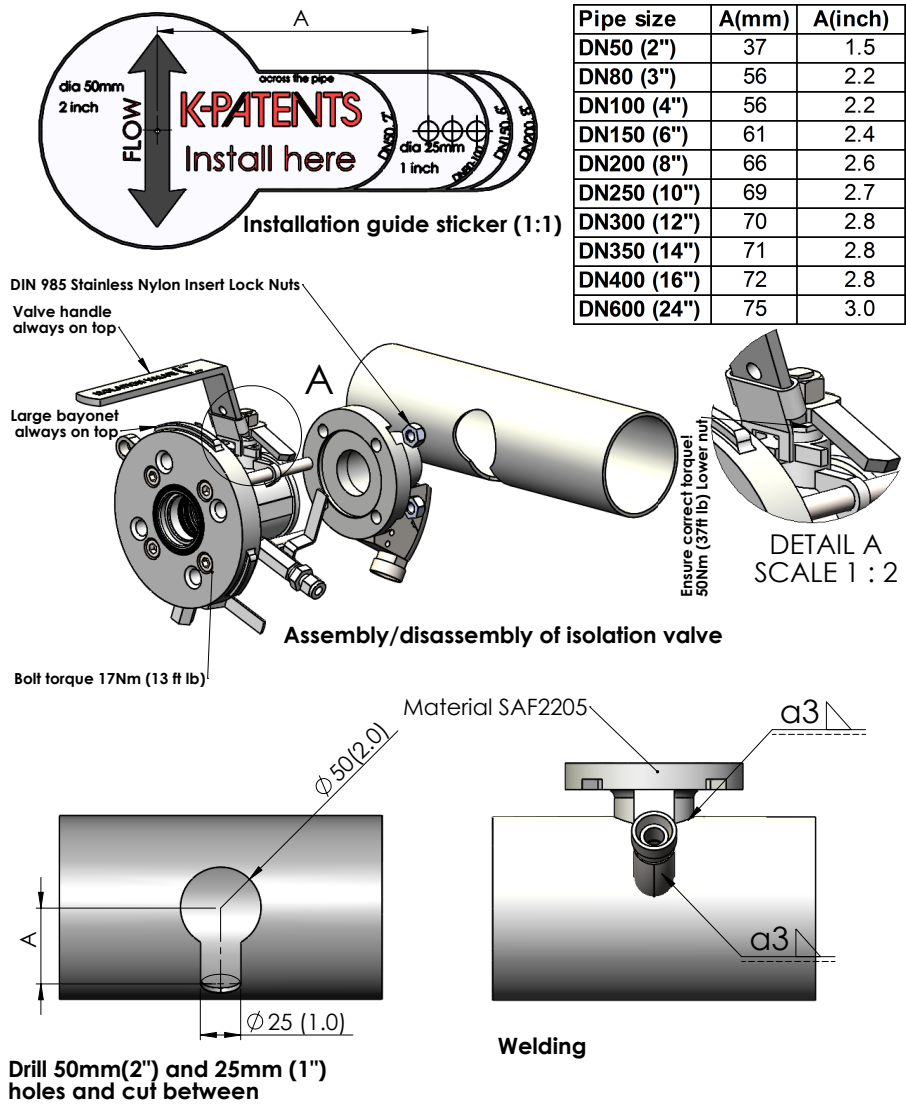
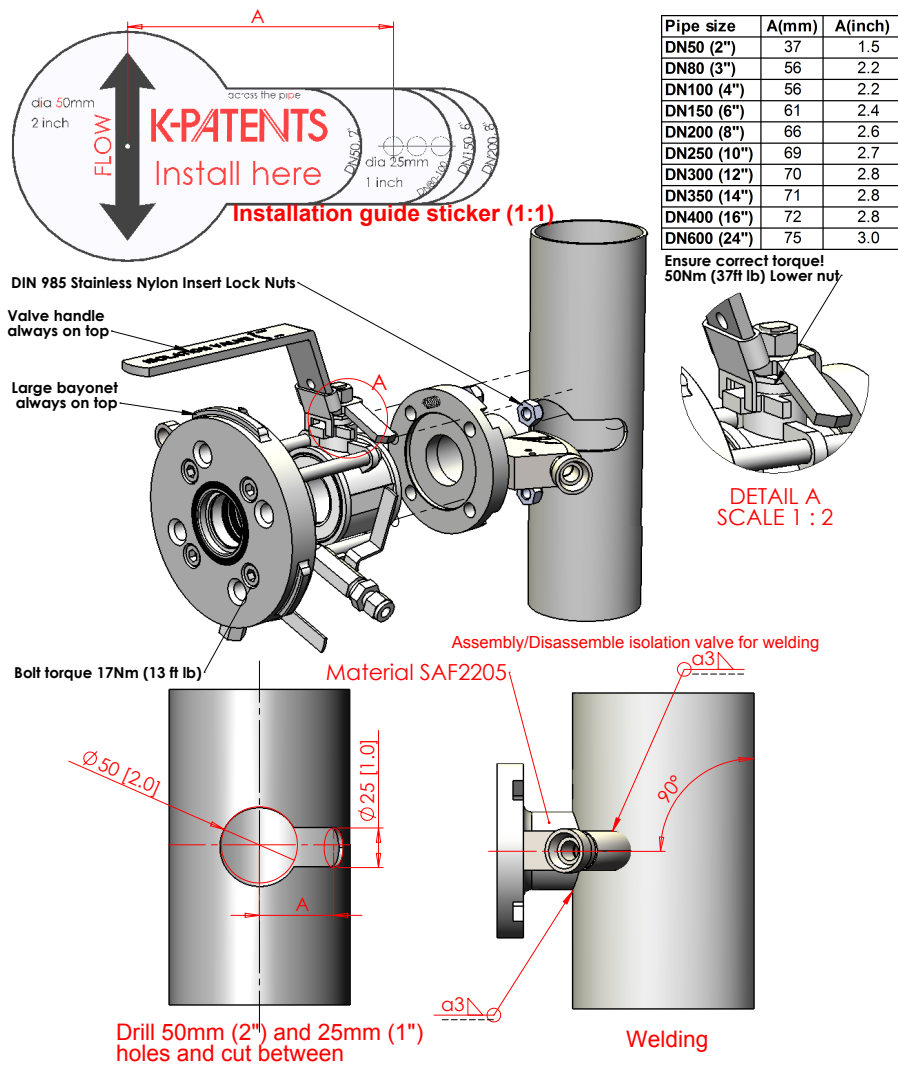

Figura 11.7 Soldagem da válvula de isolamento Safe-Drive™ em tubo horizontal
Figura 11.8 Soldagem da válvula de isolamento Safe-Drive™ em tubo vertical
Passos de soldagem (consulte Figura 11.7 ou Figura 11.8):
4. Solde a válvula de isolamento de acordo com MTG472 ou MTG2149 (Figura 11.7 ou Figura 11.8).